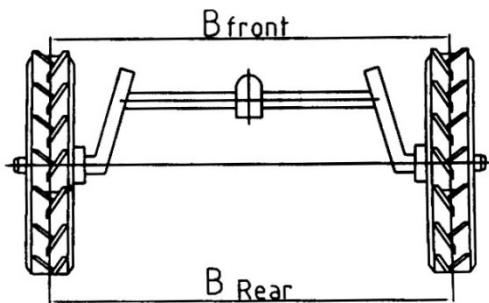

Рис. 5. Регулировка развала схождения.
1. Регулировка развала схождения (Рис. 5).